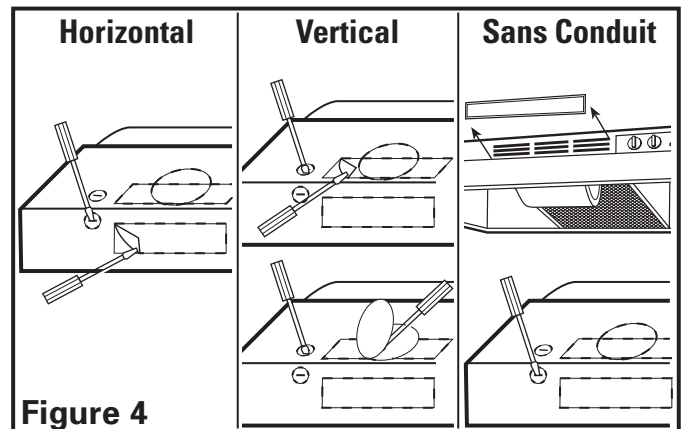

Figure 4
- 2a. **Horizontal ou Vertical** – Enlever l'alvéole défonçable en insérant un tournevis sous le contour et casser les attaches qui le retiennent en place. Peler avec des pinces (**Figure 4**).
- 2b. **Sans Conduit** – enlever le cache persienne, exposant les fentes à air à l'avant. Pour enlever les persiennes glisser vers un côté et soulever le flanc arrière. Ne pas utiliser de tournevis ou autre objet qui pourrait endommager la hotte (**Figure 4**).
- 2c. **Rond de 17,78 cm (7 po)** – enlever l'alvéole défonçable située sur le dessus de la hotte en insérant un tournevis sous le rebord et briser les attaches qui la maintiennent en place. Peler avec des pinces (**Figure 4**).
3. Déterminer où le service électrique entrera dans la hotte et enlever les alvéoles défonçables électriques appropriées en insérant un tournevis dans la fente et en le repliant vers l'avant et l'arrière jusqu'à ce que les alvéoles deviennent lâches (**Figure 4**).